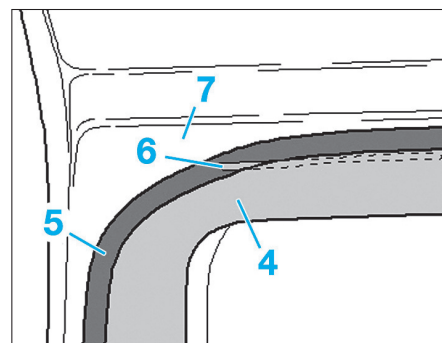

FIG. 10
- Si le cordon de soudure au laser (6) sur le flasque de tôle (7) n'est pas recouvert par le cordon de colle existant (4), enduire le cordon de soudure au laser (6) de primaire verre sur peinture (4) (Fig.10).